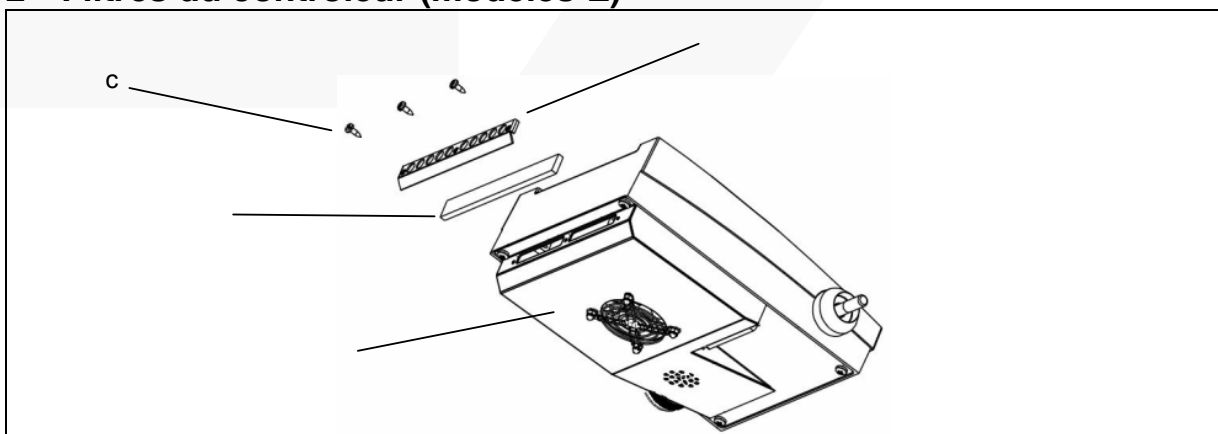

Fig. 2: Changement de filtre en tête du contrôleur
1. Desserrer et retirer les 3 vis (Fig. 2/a)
2. Retirer le porte-filtre (Fig. 2/b) fixant le filtre (Fig. 2/c) à l'embase du contrôleur (Fig. 2/d)
3. Changer le filtre (Fig. 2/c)
4. Fixer le filtre à l'aide du porte-filtre (Fig. 2/b)
5. Fixer le porte-filtre (Fig. 2/b), à l'aide des trois vis (Fig. 2/a), à l'embase du contrôleur (Fig. 2/d)